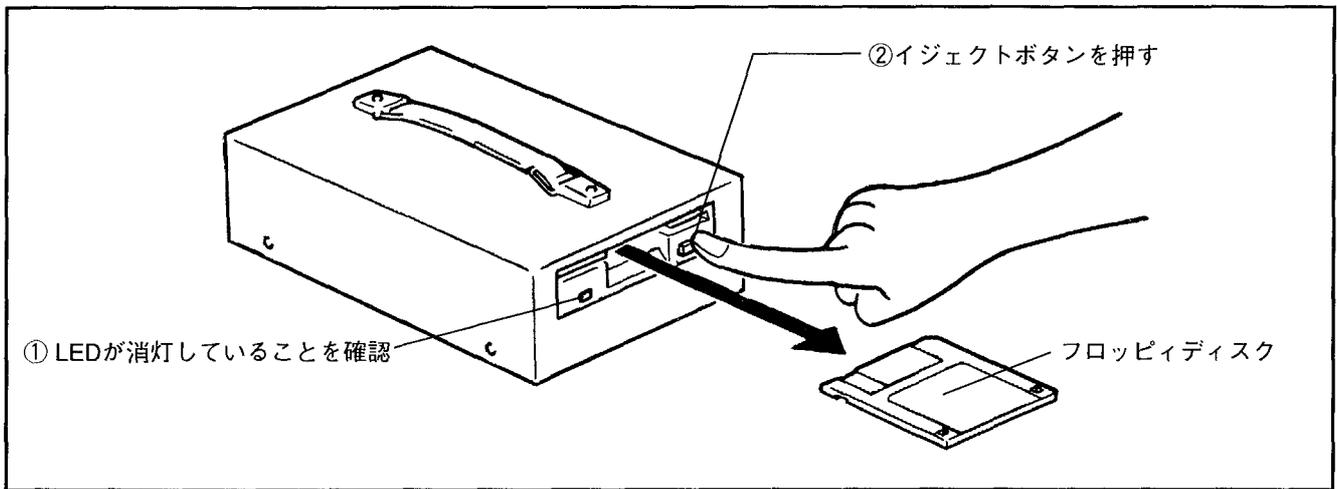

図4-7 フロッピーディスクの取り出し方
- 4 フロッピーディスクの取り出し方法 フロッピーローダのLEDが消えていることを確認します。図4-7に示すようにフロッピーディスクを取り出します。